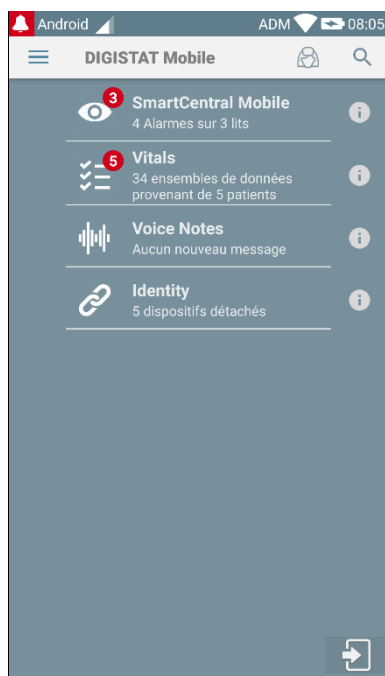

Fig 46
- Taper sur la rangée correspondante sur l'écran du dispositif portable (Fig 46)